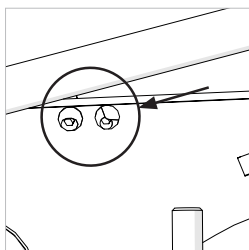

Fig. 27
Para ajustar la doladera, afloje ligeramente los dos (2) tornillos de fijación **(Fig. 27)** con una llave Allen. Cuando se haya logrado el alineamiento correcto, apriete los tornillos de fijación.